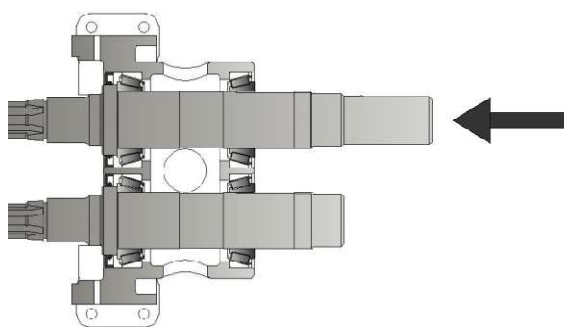

Abbildung 33 – Wellen ausbauen
- Das Rotorgehäuse abmontieren (6.7 Rotorgehäuse), das Öl durch die Entleerungsschraube (14) ablassen und den Getriebedeckel (11) abnehmen.
- Die Unterlegscheiben (7), die die Zahnradmutter (8) sichern, nach unten biegen.
- Die Rotoren an der Welle mit dem mitgelieferten Kunststoffklotz befestigen, bevor die Zahnradmutter (8) gelöst werden. Die Zahnradmutter (8) mit einem Maulschlüssel lösen.
- Die Zahnradmutter (8), Sicherungsscheiben (7), Zahnräder (6) und Passfedern (28) von der Welle abnehmen.
**Zu beachten:** Alle Pumpen der Ausführung HP3 haben eine zweite Sicherungsscheibe (7a) und eine zweite Zahnradmutter (8a) zwischen den Zahnrädern (6) und den hinteren Lagern (4).
Mit einer kleinen Presse oder einem weichen Hammer die Wellen (24, 25) nach vorne (Ende des Rotorgehäuses) aus dem Lagergehäuse (1) entfernen (Abbildung 33). Dadurch werden die vorderen Öldichtungen (23) ausgestoßen.